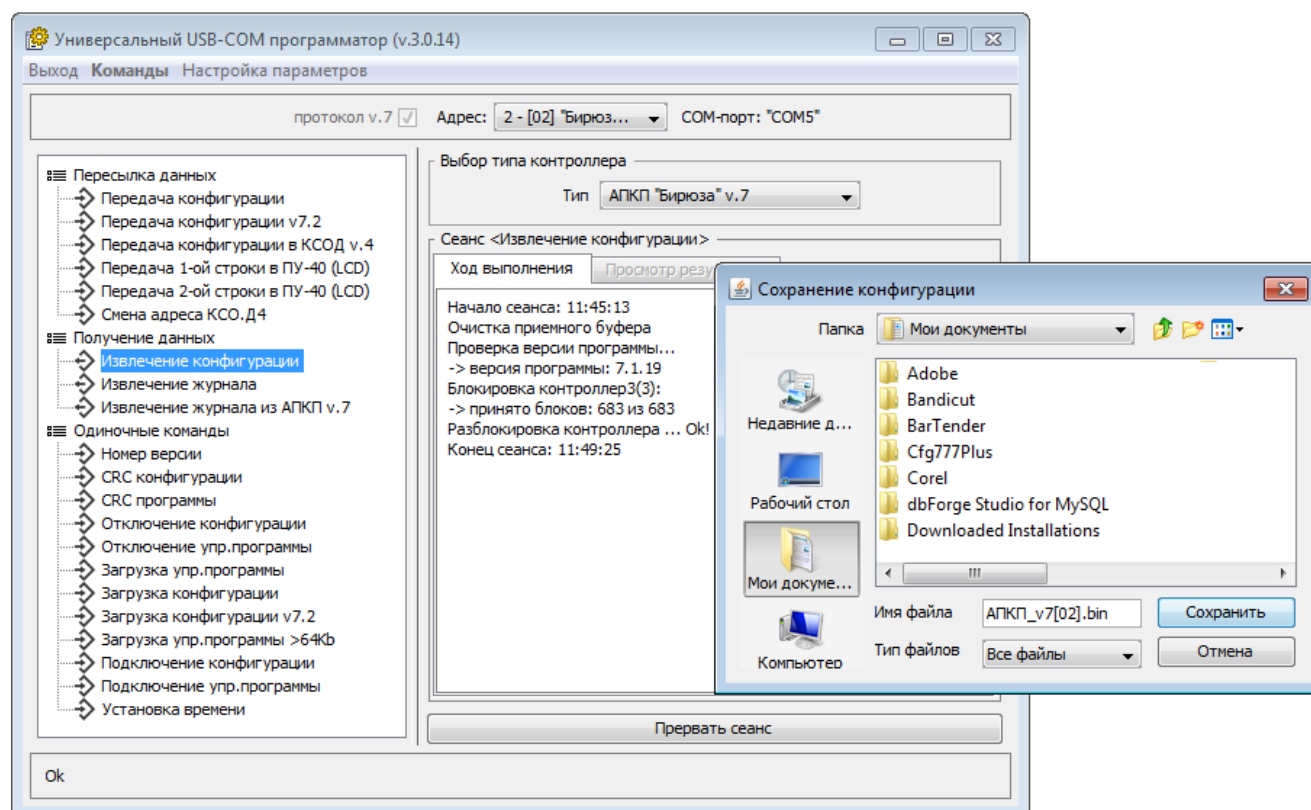

Рисунок 102. Универсальный USB-COM программатор. Извлечение конфигурации из памяти прибора
- 4) Нажать кнопку «Начать сеанс» и дождаться окончания сеанса извлечения конфигурации из памяти прибора (рисунок 102).